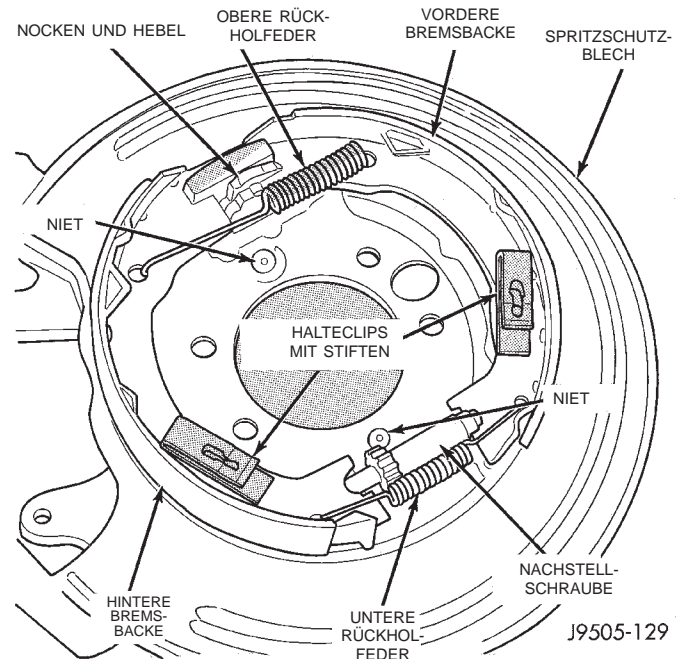

Abb. 58 Befestigung der Bremsbacken auf dem Spritzschutzblech
(7) Die Backen der Feststellbremse am Spritzschutzblech anbauen. Die Stellung von Nocken und Betätigungshebel, Bremsbacken, Rückholfedern, Halteclips und Stiften überprüfen (Abb. 58).